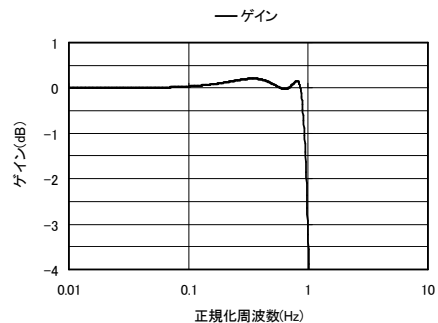

図3. 本体に内蔵されるLPFのリップル特性
MM Filter MML (C) に内蔵されるフィルタのリップル特性は下の図3のとおりです。この図も、遮断周波数を1として正規化して表しています。